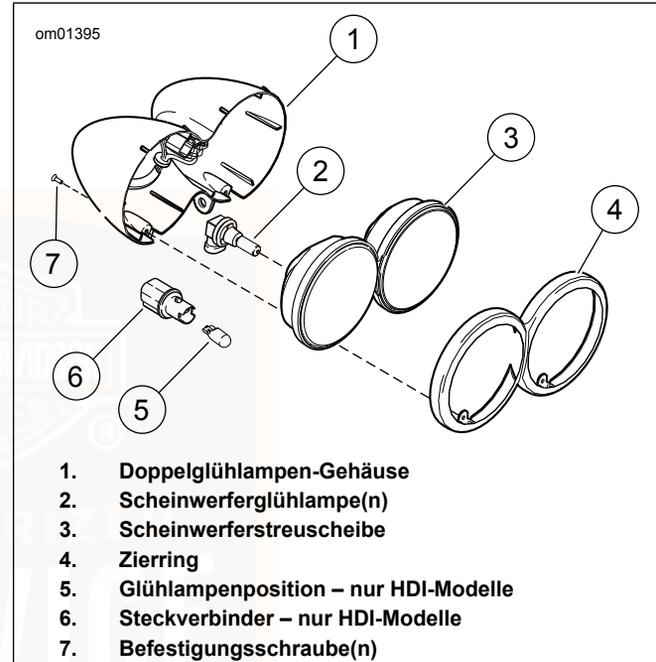

Abbildung 42. Scheinwerferglühlampen: Doppelscheinwerfer
1. Siehe Abbildung 42. Die Befestigungsschrauben (7) entfernen. Zierring (4) entfernen.
2. Glühlampe (2) und Scheinwerfer Steckverbinder von der Rückseite der Scheinwerferstreuscheibe (3) entfernen.
4. **Für International-Modelle:** Den Steckverbinder (6) um eine Viertelumdrehung drehen und die Glühlampenbaugruppe aus dem Gehäuse entfernen. Zum Entfernen, an der Glühlampe der Markierungsleuchte (5) ziehen.
1. Siehe Abbildung 42. Eine **neue** Glühlampe einbauen und die Scheinwerferkomponenten zusammenbauen.
2. **Für International-Modelle:Neue** Glühlampe (5) im Steckverbinder (6) anbringen. Steckverbinder im Gehäuse einbauen.